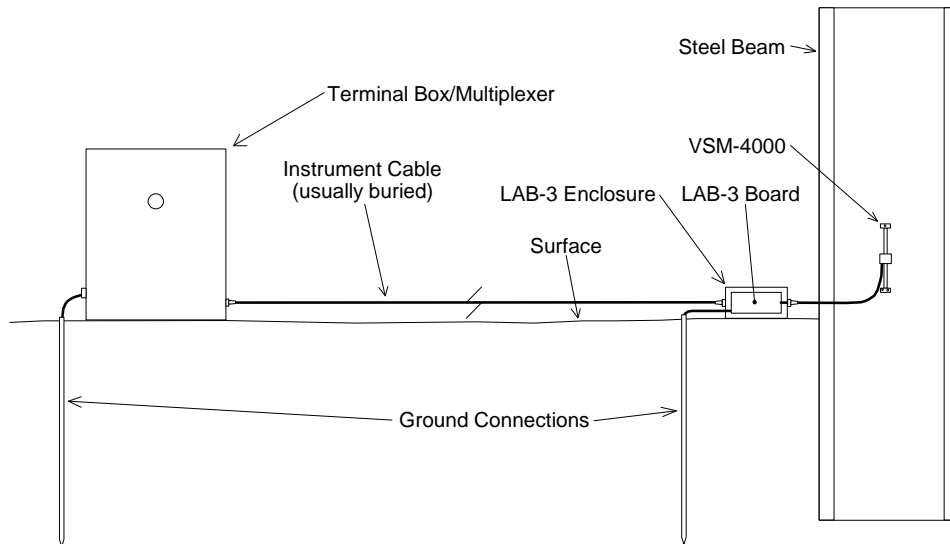

Figura 11 - Esquema de Protección contra Rayos
- Geokon cuenta con tableros de pararrayos y compartimentos, que se instalan en el punto de salida del cable del instrumento desde la estructura que se está monitoreando. El compartimento tiene una parte superior desprendible, de manera que en caso que se dañe el tablero de protección (LAB-3), el usuario puede dar servicio a los componentes (o reemplazar el tablero). Se hace una conexión entre este compartimento y la conexión a tierra para facilitar que la corriente momentánea se desvíe del Deformímetro. Ver la Figura 11.